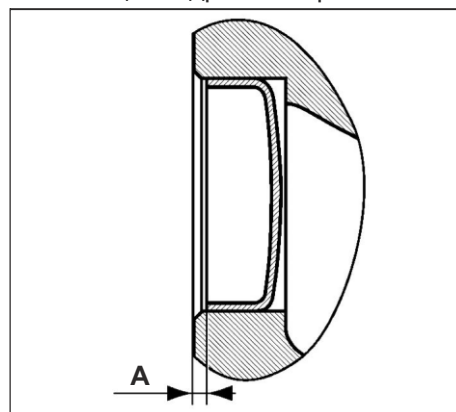

Рис. 64. Контроль и установка заглушек.
4. Проверить наличие утопания "А" =  $1,5 \pm 0,5$  мм (см. **Рис. 64**).